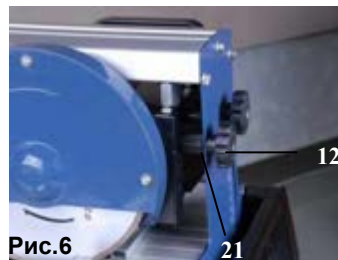

Рис.6
- Снимите опорный винт (21, Рис.6).